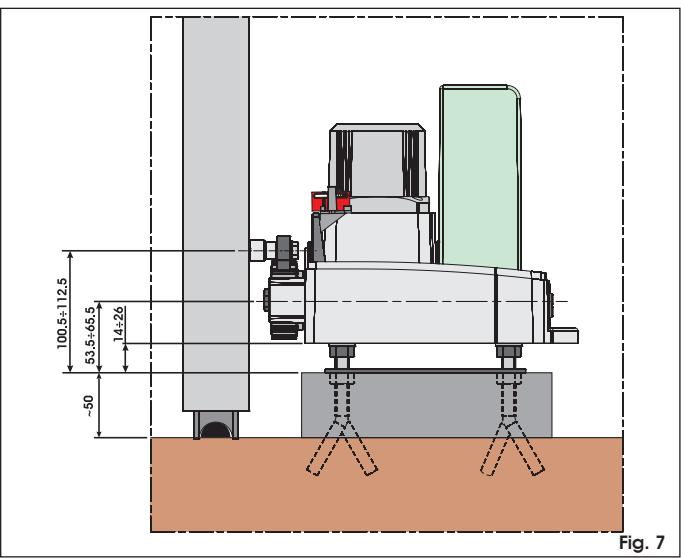

Fig. 7
- Es aconsejable colocar la placa sobre una base de cemento a unos 50 mm del suelo (fig. 7).